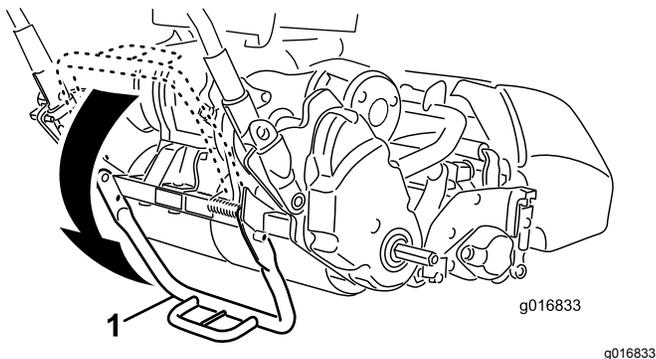

Figura 9
1. Empuje el centro del caballete hacia abajo con el pie, y tire hacia arriba del soporte del manillar inferior hasta que el caballete haya girado hacia delante más allá del centro del arco (**Figura 9**).